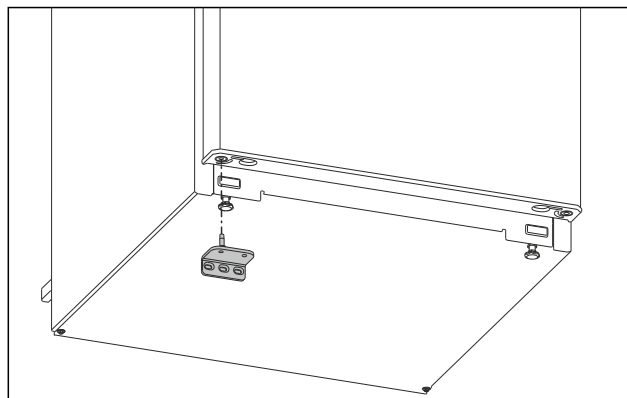

Fig. 16
- Insertar el soporte del cojinete en el lado opuesto. (consulte Fig. 16)